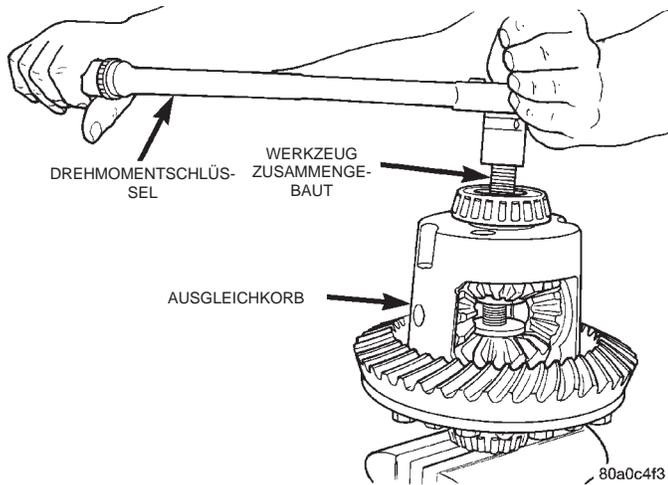

Abb. 57 Spezialwerkzeug für Belleville-Federscheiben anziehen
(9) Die Druckschraube mit einem Anzugmoment von maximal 122 N·m (90 ft. lbs.) anziehen, um die Belleville-Federscheiben in den Lamellenkupplungen zusammenzudrücken (Abb. 57).